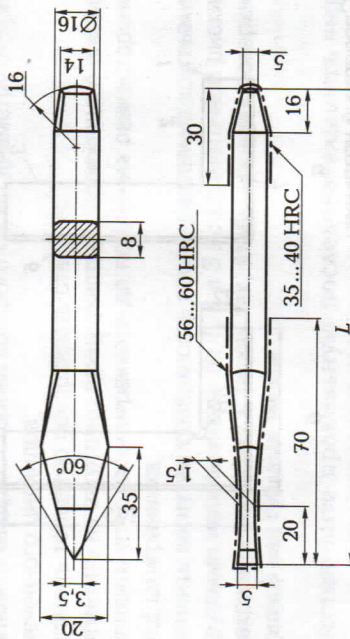

Рис. 1.4. Слесарный крейцмейсель
12. Составьте инструкционную карту изготовления слесарного крейцмейселя, изображенного на рис. 1.4.